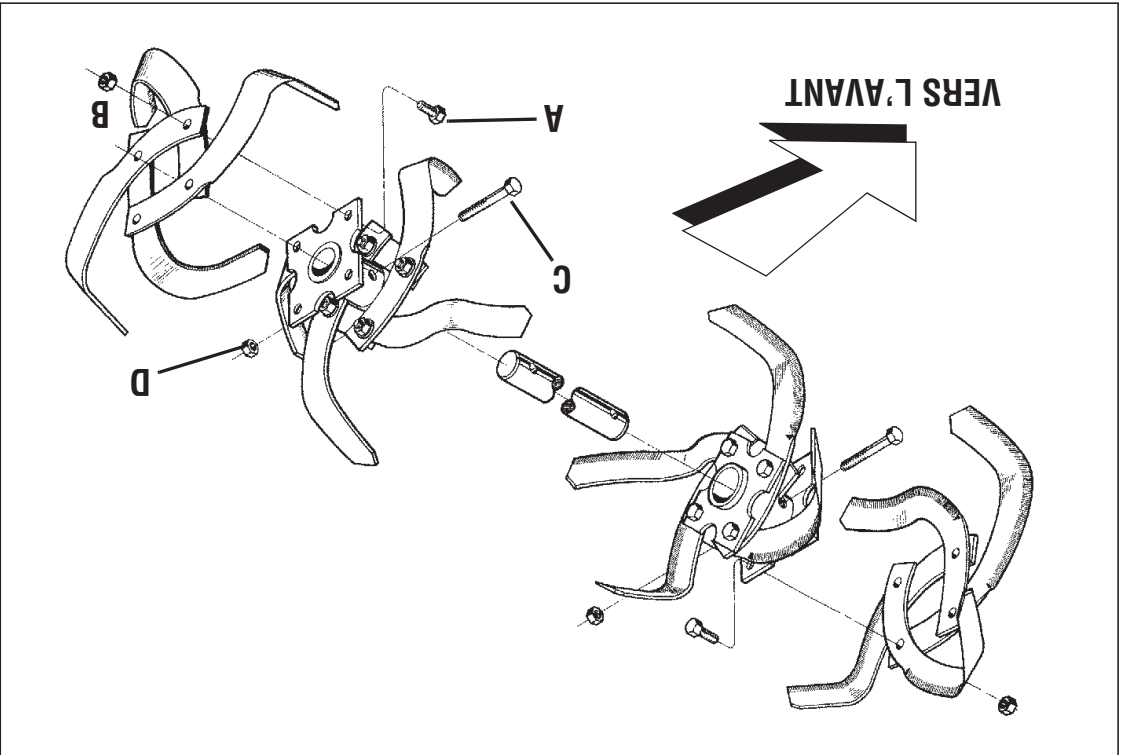

Figure 5-3: Installez les dents de façon que le tranchant pénètre dans la terre en premier quand le motoculteur se déplace vers l'avant.
1. Arrêtez le moteur et débarrachez le fil de la bougie, puis enlevez les deux vis (A, Figure 5-3) et les deux écrous (B) qui retiennent la dent sur le support de montage. Au besoin, utilisez une huile pénétrante pour desserrer les écrous.